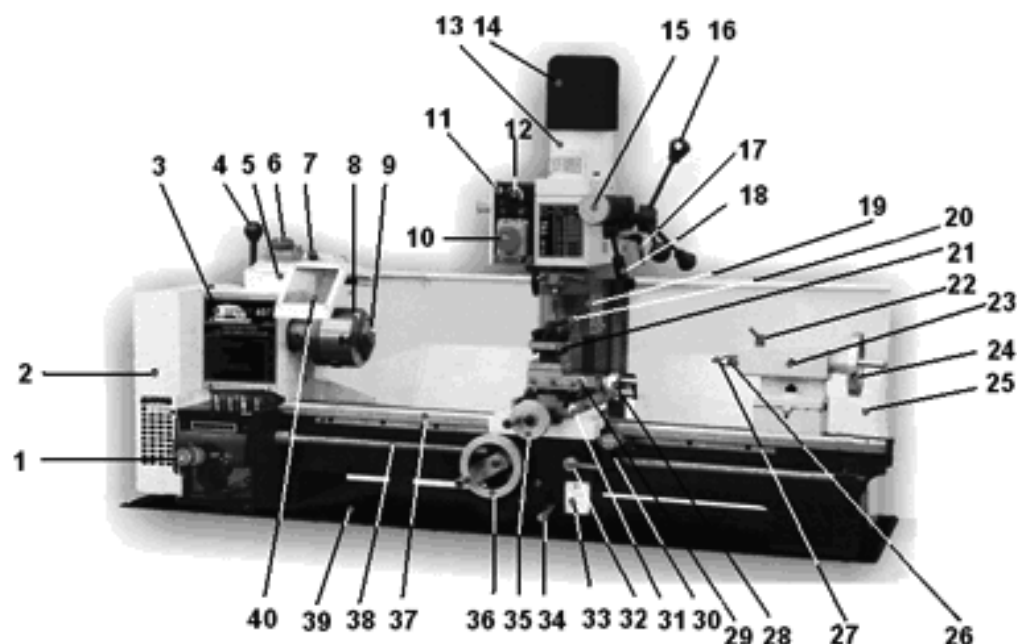

Рис. 2
7.1. Станок состоит из следующих сборочных единиц и деталей (Рис. 2)
8.4. Установите и закрепите пластиковую ручку (Е), Рис. 1, на маховике (35) подачи поперечного суппорта (31), Рис. 2.
8.6. В конус пиноли (26) задней бабки (23) вставьте центр Морзе №2 (27), Рис. 2.
8.7. Установите и закрепите ручку (Р), Рис. 1, на рычаге переключения скорости автоматической подачи (1), как показано на Рис. 2.
8.8. Установите и закрепите ручку (П), Рис. 1, на рычаге натяжения ремня (4), как показано на Рис. 2.